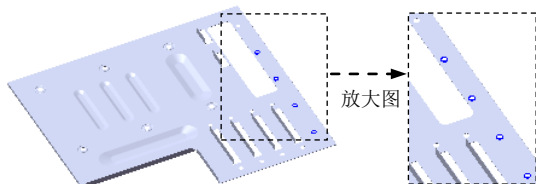

图 17.10.118 创建阵列（线性）3
Step37. 创建图 17.10.118 所示的线性阵列（线性）3。